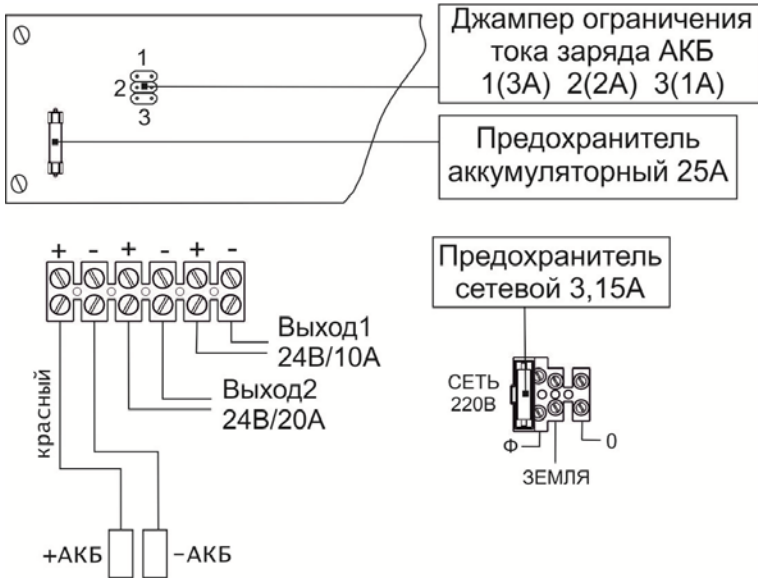

Рисунок 1 – Расположение коммутационных элементов
Имеется возможность установки трех значений тока ограничения заряда, посредством изменения положения джампера (см. таблицу 1 и Приложение рисунок 1), в зависимости от емкости подключаемой АКБ. В момент заряда АКБ от сети возможно питание нагрузки. Для оптимального заряда АКБ рекомендуется рассчитывать нагрузку таким образом, чтобы максимальный ток нагрузки не превышал значений указанных в таблице 1.
При необходимости отключения напряжения сети нужно извлечь, а для подачи напряжения вставить обратно, держатель с предохранителем в сетевой колодке (см. Приложение рисунок 1).
- подключить провода сети 220 В 50 Гц к сетевой колодке изделия с учетом указанной фазировки (см. Приложение рисунок 1);
- установить джампер в одно из трех положений, соответствующих емкости используемых АКБ, см. Приложение рисунок 1.